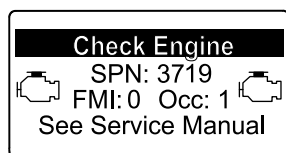

図 41
- リカバリ再生が必要になると、インフォセンターにエンジン警告 SPN 3719, FMI 16 (図 41) が表示され、エンジン出力が 85% にダウンします。